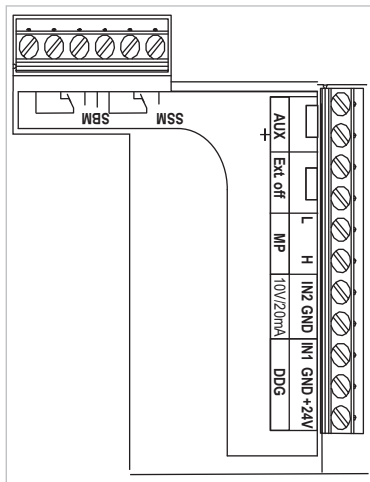

Fig. 25: Bornes de commande
- Bornes de commande (Fig. 25)